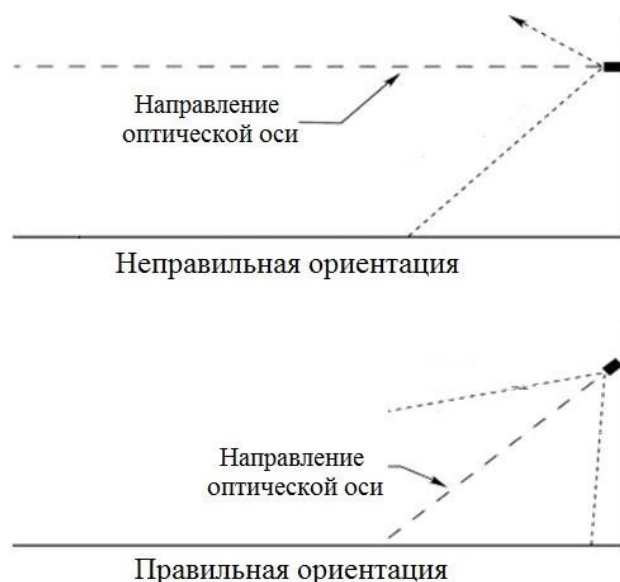

Рисунок 4 – Установка ИК-прожектора по отношению к горизонту
- ИК-прожектор рекомендуется нацеливать на объект по нисходящей под углом к горизонту, по крайней мере, 10 - 20 градусов (см. рис. 4). Такая установка предотвращает скопление влаги на стекле прожектора.